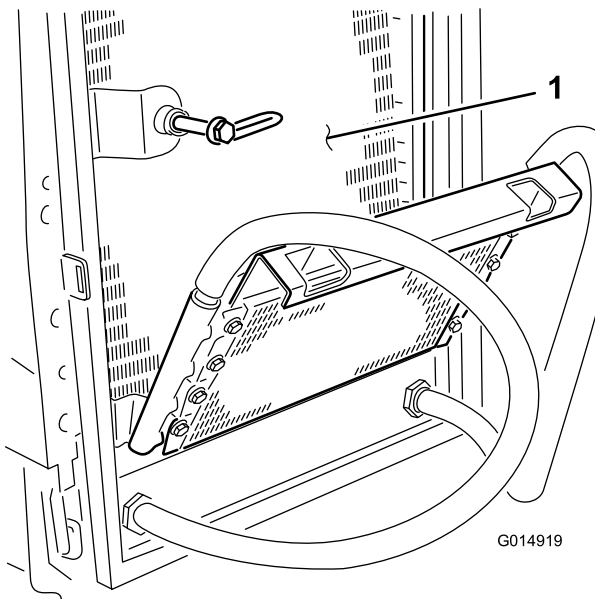

Figura 44
8. Limpie a fondo ambos lados del enfriador de aceite. Después de limpiar el radiador y los enfriadores de aceite, limpie cualquier residuo que puede haberse acumulado en otras partes de la máquina (Figura 44) con aire comprimido.